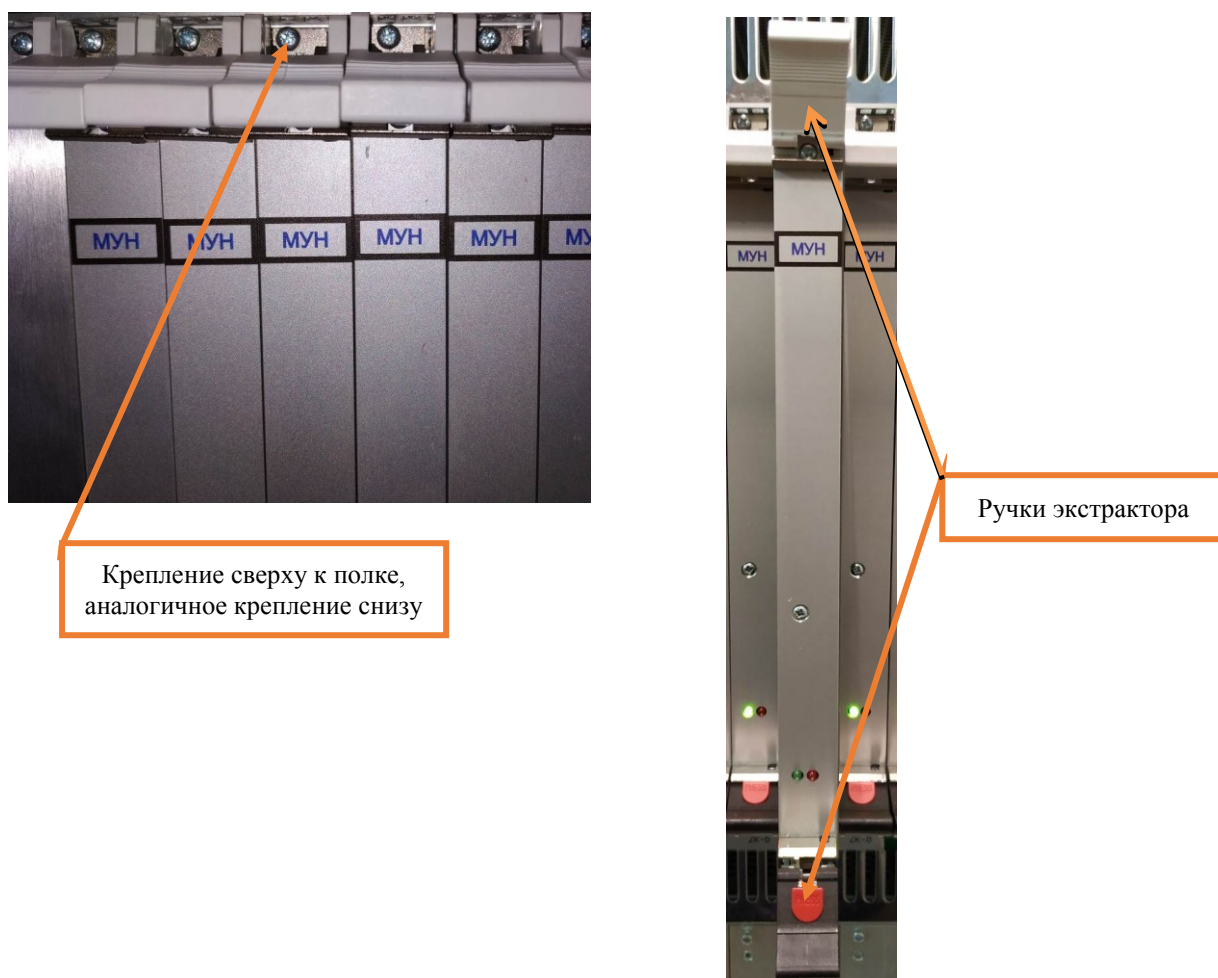

Рисунок 29. Крепление и ручки экстрактора модуля МУН.
7.8.3 Отвернуть невыпадающие винты крепления в верхней и нижней части лицевой панели модуля МУН (Рисунок 29).
7.8.4 Нажать на ручку экстрактора заменяемого модуля МУН (Рисунок 29).